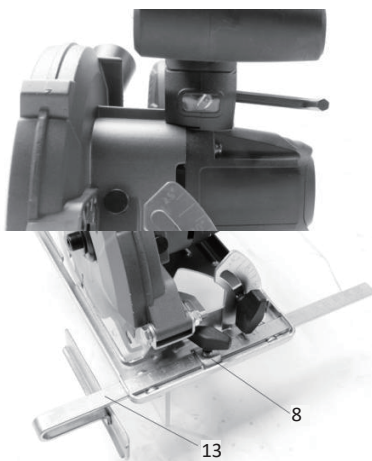

Fig. 4
- Desserrez la vis de blocage de l'angle de coupe (11).
- Serrez la vis de blocage de l'angle de coupe (11).
5.4 Montage du rail de guidage (Fig. 4)
- Desserrez la vis de blocage du rail de guidage (12).
- Insérez le rail de guidage (13) dans son support (8). Veillez à ce que les repères soient orientés vers le haut.
- Amenez le rail de guidage à la position souhaitée et serrez la vis de blocage du rail de guidage (12). Veillez à sélectionner d'abord l'angle de coupe avant de positionner le rail de guidage.